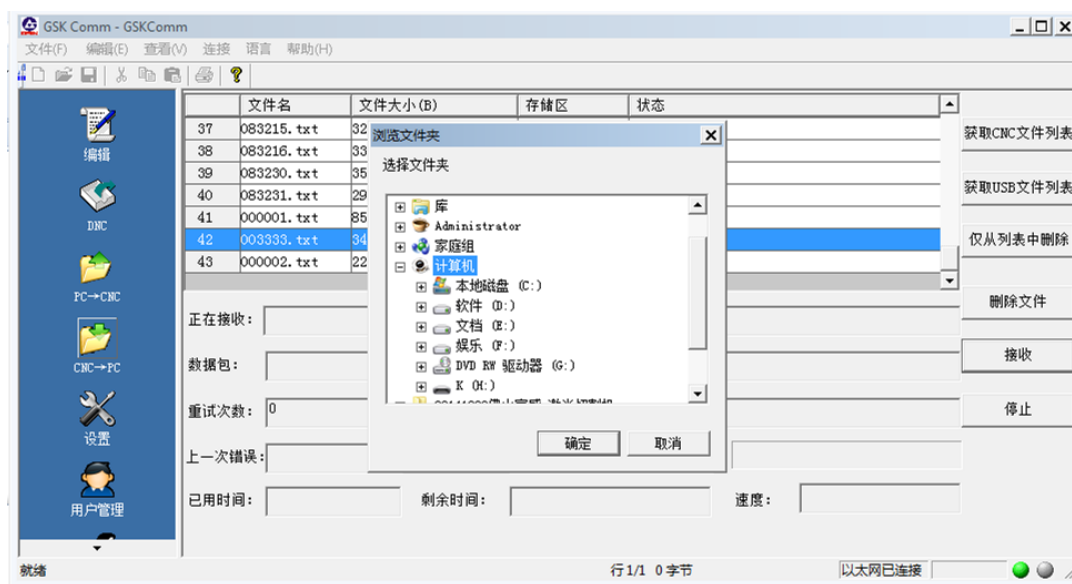

图 11-3-2-7
4、接收文件完成后，文件列表项状态栏显示“已接收”。 如图11-3-2-8所示。